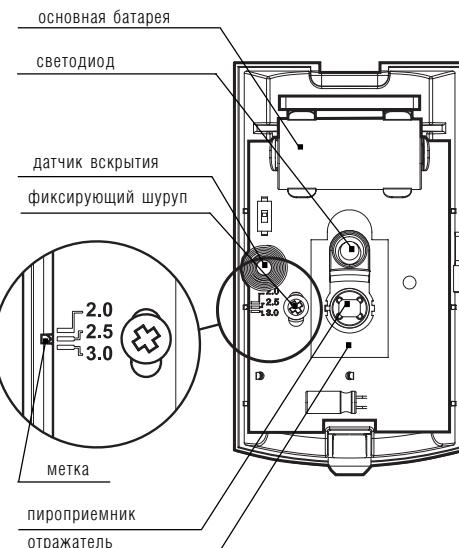

Рис. 2
5. Ослабить шуруп, фиксирующий крепление платы, сопоставить метку с риской, соответствующей высоте установки извещателя (рис.2). Это обеспечит дальность действия извещателя (12+0,1) м. Закрепить плату фиксирующим шурупом.
6. Закрепить основание шурупом (8) на кронштейне под выбранным углом в горизонтальной плоскости.